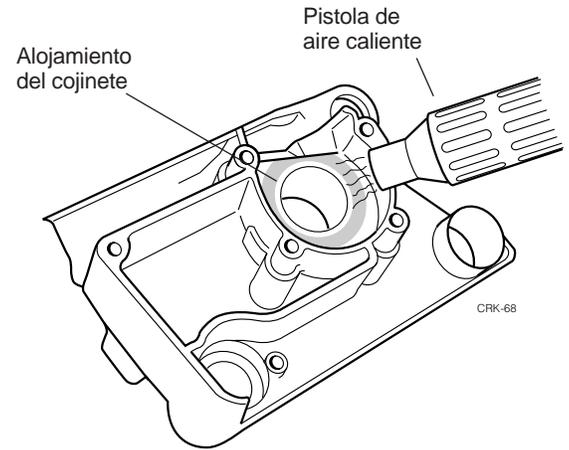

Figura 8.20 Dilatando el alojamiento de cojinete
- La instalación de los cojinetes es más fácil si el agujero para el cojinete se dilata ligeramente calentándolo a una temperatura máxima de 100°C (figura 8.20)